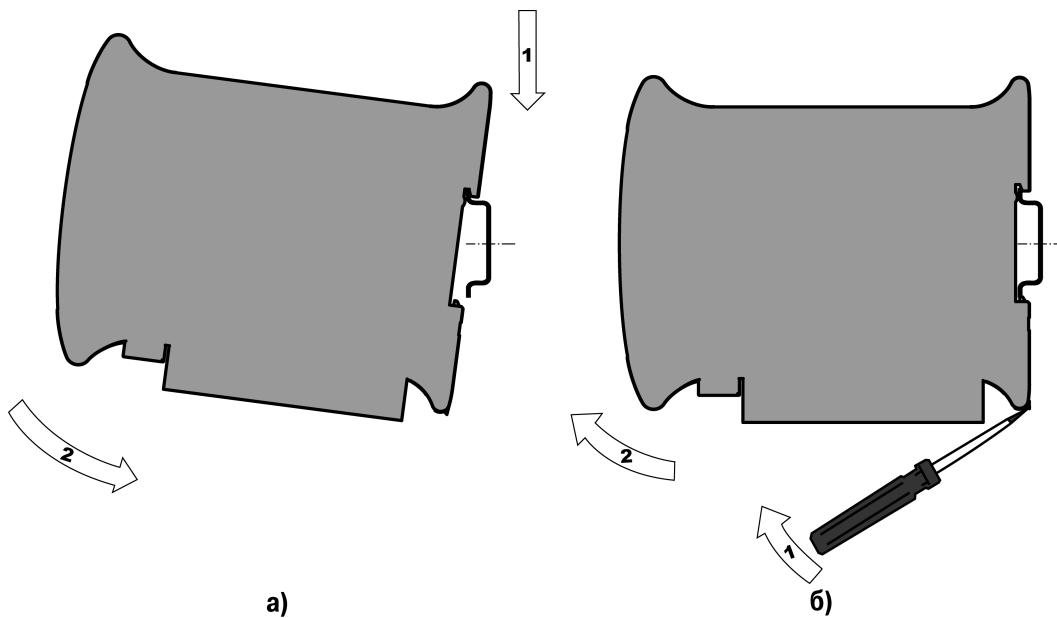

Рисунок 1.4
- В проушину защелки вставляется острое отвертка (см. рисунок 1.4 (б)),